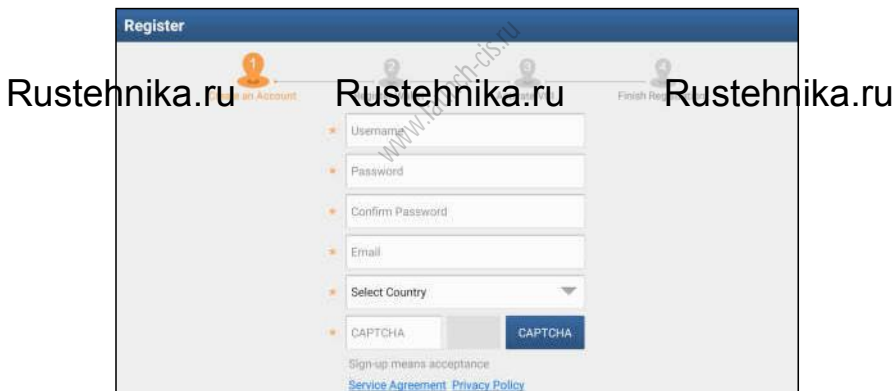

Рис. 4-3
A. Если вы являетесь новым пользователем, нажмите «New Registration» (новая регистрация). См. рис. 4-3